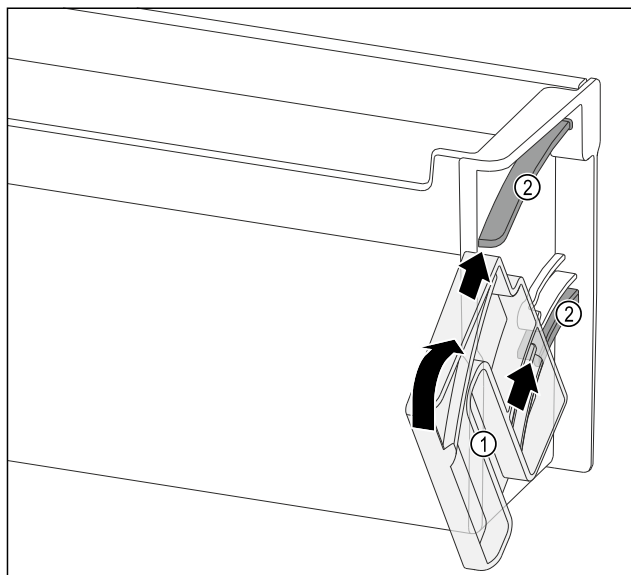

Fig. 124
- Positionner l'unité de rotation Fig. 124 (1) de manière à placer les évidements exactement en face des canaux de guidage Fig. 124 (2) du balconnet de contre-porte.
- Tourner l'unité de rotation Fig. 124 (1) dans le sens indiqué.